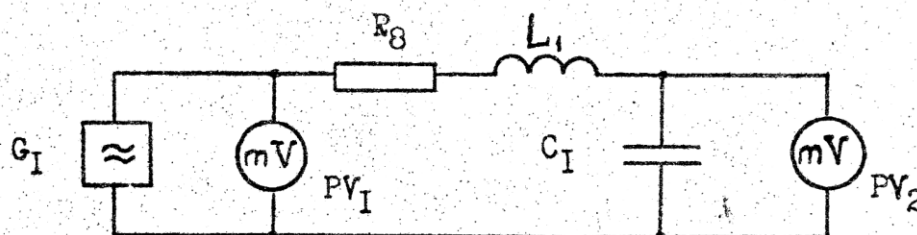

Рис. 9
3. Включите в колебательный контур дополнительный резистор (рис. 9) и повторите исследования п. 2 для этого случая.